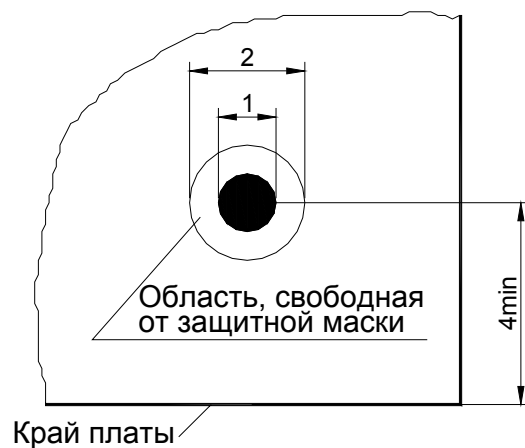

Рис. 7.1
2. Рекомендуемый размер реперного знака приведен на рис. 7.1.